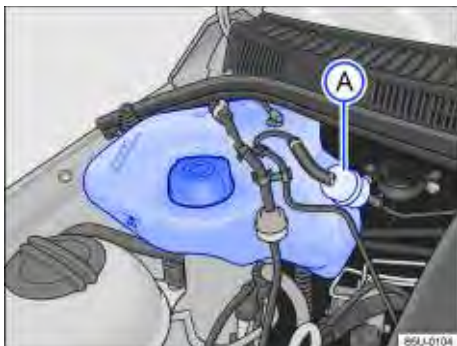
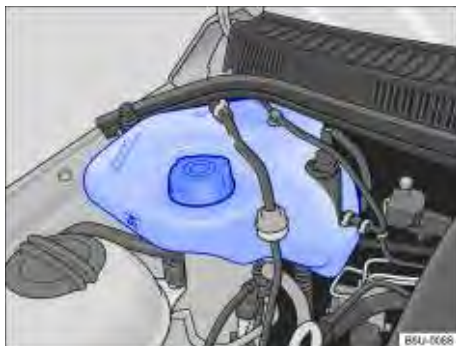

Fig. 129 No compartimento do motor: reservatório de gasolina para o sistema de partida a frio para motores 1.0.
Fig. 130 No compartimento do motor: reservatório de gasolina para o sistema de partida a frio para motores 1.6.
O reservatório de gasolina do sistema de partida a frio encontra-se no compartimento do motor, no lado direito ⇒ Fig. 129 ou ⇒ Fig. 130.
Para os veículos com motor 1.0, o filtro do reservatório de gasolina do sistema de partida a frio ⇒ Fig. 129 deve ser trocado de acordo com os intervalos de manutenção indicados no ⇒ caderno *Manutenção e garantia*.
- Nunca ultrapassar a marca “MAX” indicada no reservatório ⇒ Fig. 129 ou ⇒ Fig. 130.